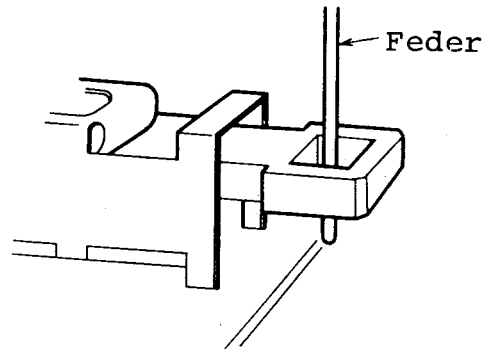

Abb. 4
- 2) Verbinden Sie den aufgesetzten Schalter durch die Feder mit der Platte, wie in der Abb. 4 dargestellt ist.